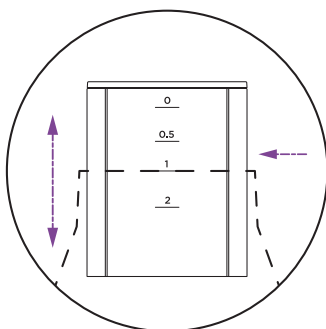

fig. 18
2. Réglez la profondeur d'encastrage à l'aide des indicateurs (voir la fig. 18).